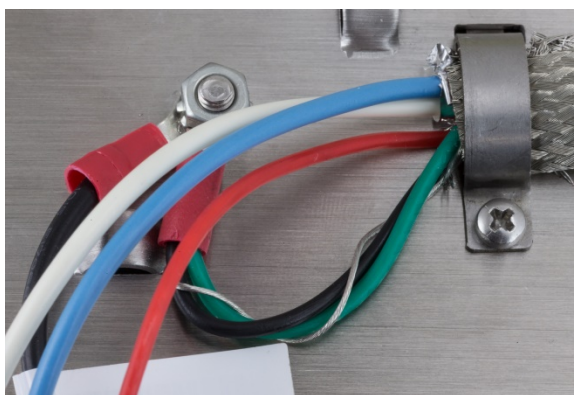

Figure 2-64 : Câblage de la masse
8. Faites cheminer la tresse de masse plate le long du câble POWERCELL à travers le collier de serrage droit et serrez avec le deuxième collier de serrage et la vis en place, comme sur la Figure 2-64.
10. Sur le couvercle arrière de l'enceinte montée sur panneau, connectez le câble noir court (fourni) et les câbles vert et noir torsadés provenant du câble POWERCELL sur le goujon de masse externe avec un écrou hexagonal comme sur la Figure 2-64.